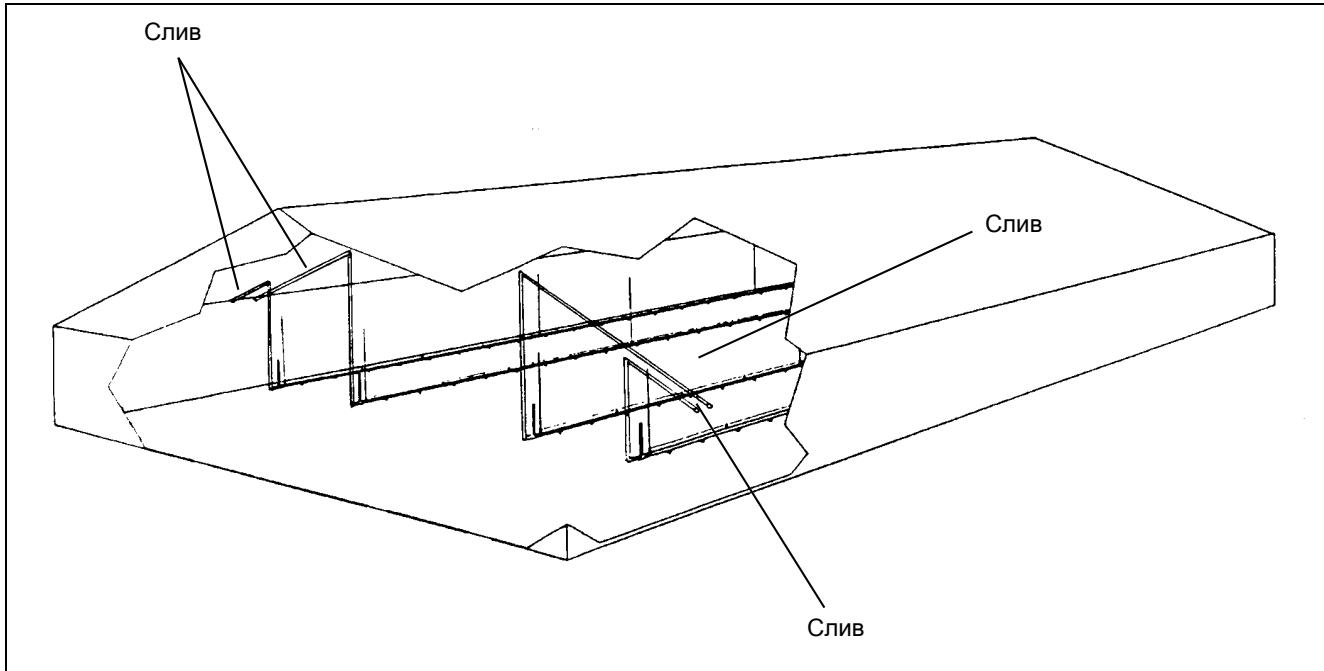

Рисунок 7N
- Наверните четыре (4) оборота резьбоуплотнительной ленты (тефлон) на колено и затяните на поворотном переходнике. Не перетягивайте.
- Подсоедините садовый шланг (продается отдельно) к колену и проложите его к водопроводной системе под потолком как показано на Рисунок 7N на стр. 27.